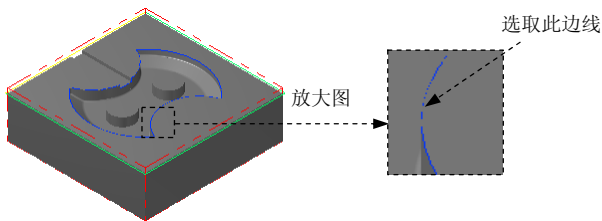

图 22.22 选取切削范围边线
(2) 设置加工边界。在 **边界范围** 区域中单击  按钮, 系统弹出“串连选项”对话框。在图形区中选取图 22.22 所示的边线, 单击  按钮, 系统返回至“刀具路径的曲面选取”对话框。
(3) 单击  按钮, 完成加工区域的设置, 同时系统弹出“曲面粗加工等高外形”对话框。
Step3. 确定刀具类型。在“曲面粗加工等高外形”对话框中, 单击 **刀具过滤** 按钮 (注: 此处软件翻译有误, “过滤”应翻译为“过滤”), 系统弹出“刀具过滤列表设置”对话框。单击 **刀具类型** 区域中的 **全关 (X)** 按钮后, 在刀具类型按钮群中单击  (球刀) 按钮。然后单击  按钮, 关闭“刀具过滤列表设置”对话框, 系统返回至“曲面粗加工等高外形”对话框。